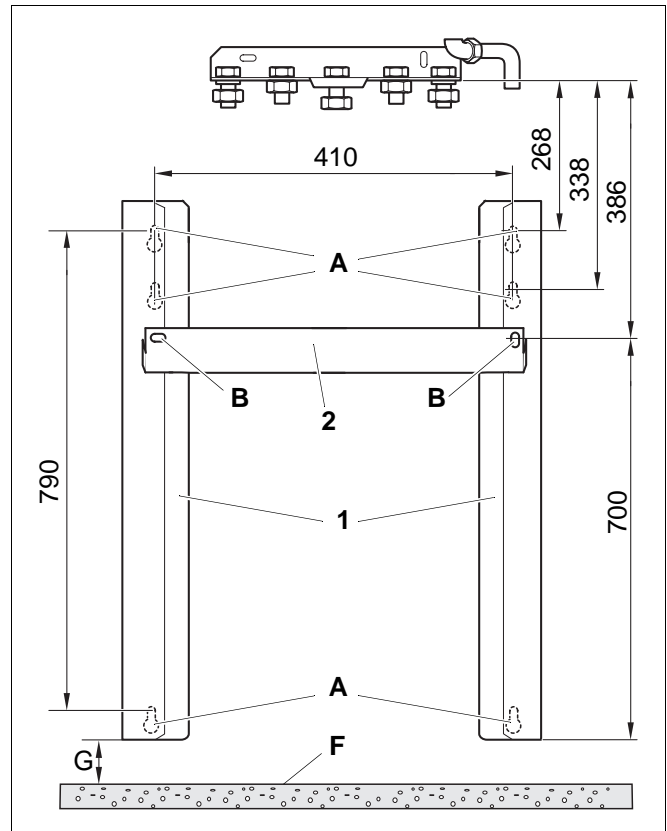

Abb. 2 Montagerahmen
- Maß G (Abb. 2) für Entleerung-Set (optional) beim Anlegen der Montageschablone beachten.
- Winkel (Abb. 2, Pos. 1) rechts und links in Pos. A an den Holzschrauben einhängen.
- Aufhängkonsole (Abb. 2, Pos. 2) in Pos. B mit Schraube M8 und Mutter an Winkel (Abb. 2, Pos. 1) rechts und links locker anschrauben.
- Die Winkel (Abb. 2, Pos. 1) senkrecht ausrichten und festschrauben.
- Aufhängkonsole (Abb. 2, Pos. 2) waagrecht ausrichten und festschrauben.